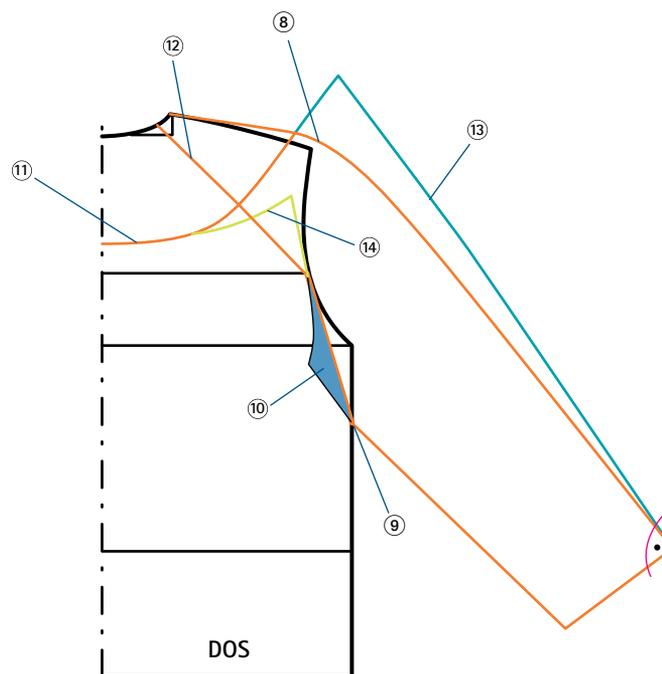

FIG. 2
- ⑧ Procéder de la même façon que pour le devant pour tracer sur le dos la ligne du haut de la manche, la moitié de la largeur du bas de manche et pour fermer la construction de la manche.
- ⑨ À partir du nouvel emplacement de l'emmanchure, tracer une droite jusqu'à la ligne de carrure sur l'emmanchure.
- ⑩ Retracer « en miroir » le petit triangle obtenu (fig. 2, en bleu).
- ⑪ Tracer la ligne de découpe du plastron du dos. Sa largeur sur l'épaule doit être égale à celle du devant.
- ⑫ Tracer une ligne de découpe droite qui part de l'emmanchure au niveau de la ligne de carrure et rejoint l'encolure au tiers du tour d'encolure dos.
⑬ Élargir la manche de la même manière que pour le devant (fig. 2, en bleu).
⑭ Puis comme pour le devant, élargir aussi la découpe du plastron du dos (fig. 2, en vert).